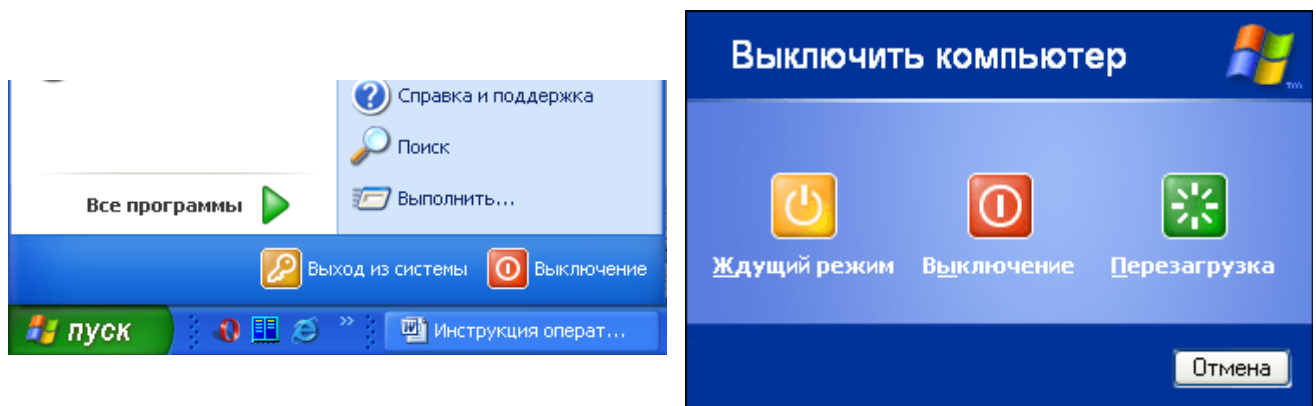

Рисунок 3.3 – выход из операционной системы Windows
- Завершить работу ОС Windows (рисунок 3.3);